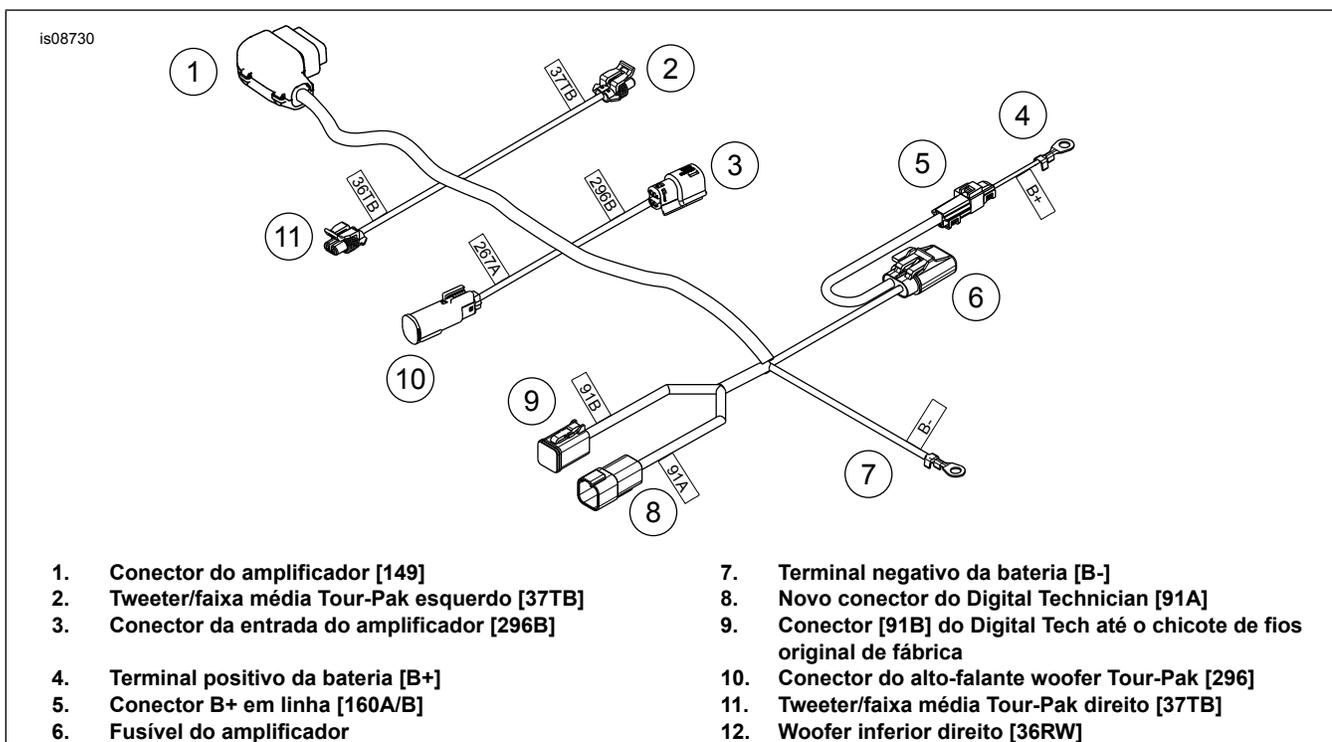

Figura 4. Chicote de fios do amplificador principal
- Veja Figura 4 e Esquema do amplificador principal (Figura 7). Comece a orientação do chicote de fios do amplificador do conector grande de 23 pinos [149] (1), movendo para frente no veículo. O conector grande **não cabe** nas passagens mais estreitas.
- Passe o restante do chicote de fios na frente do veículo pelo espaço entre o suporte do Tour-Pak (3) e o para-lama (4).
3. Veja Figura 4 e Esquema do amplificador principal (Figura 7). Instale o extensor do plugue nos fios. Recoloque os pinos do conector. Conecte o conector fêmea [91B] no chicote de fios do amplificador (6) no conector [91A] debaixo do assento.